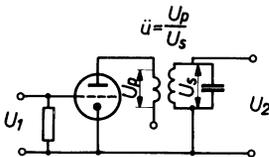

Fig. 8.02. Der Schwingkreis ist transformatorisch an die Röhre gekoppelt.
b) Transformatorkopplung (Fig. 8.02)